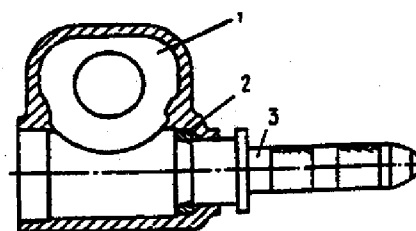

Fig. 5-7. Remoção da pista externa do rolamento superior: 1 - carcaça da caixa da direção; 2 - pista externa do rolamento; 3 - extrator 67.7853-9541.
9. Utilizando-se do extrator 67.7853-9541, remover a pista externa do rolamento superior (fig. 5-7).